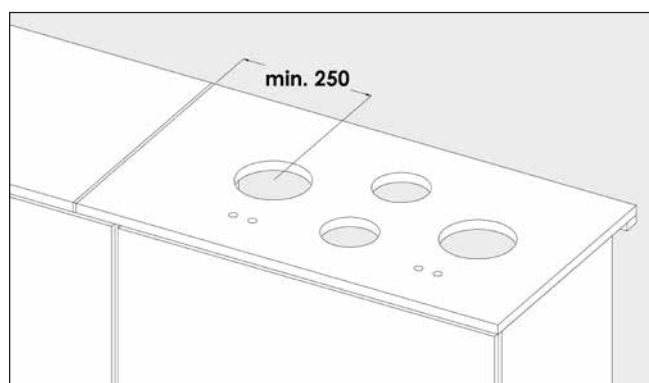
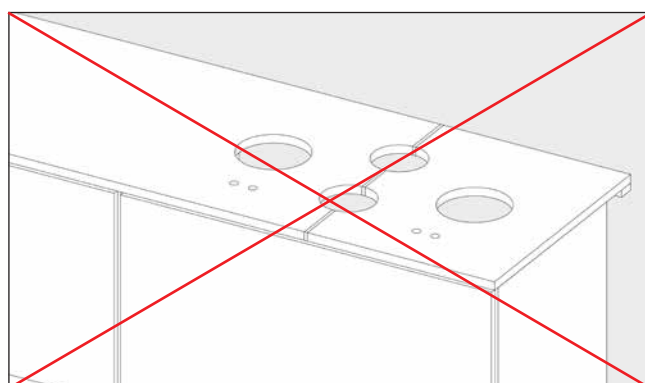

Fig. A4
Fig. A5
- Eventuali giunzioni incollate non devono intersecarsi con gli intagli circolari e devono essere a una distanza di almeno 250mm dagli intagli circolari stessi (fig. A4 e fig. A5).